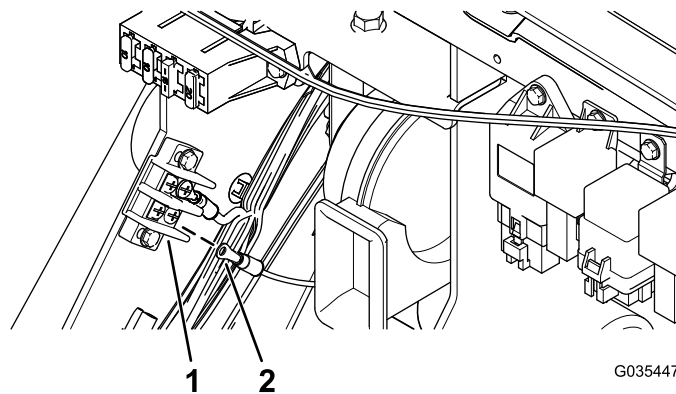
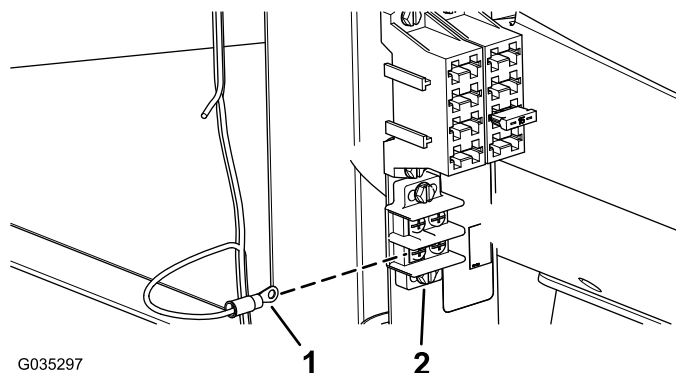

図 12
図 13
2. ワイヤハーネスの端子リングをアースブロックの端子に接続する 図 12 または 図 13。